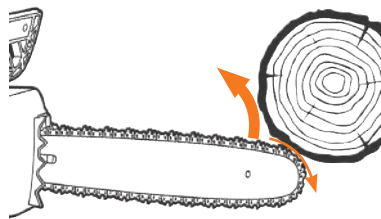

Рис. 1
- Будьте предельно внимательны и не подносите носок пильной шины до касания с предметом, это вызывает мгновенный обратный удар, при котором шина будет резко отброшена назад и вверх по направлению к оператору (Рис. 1).